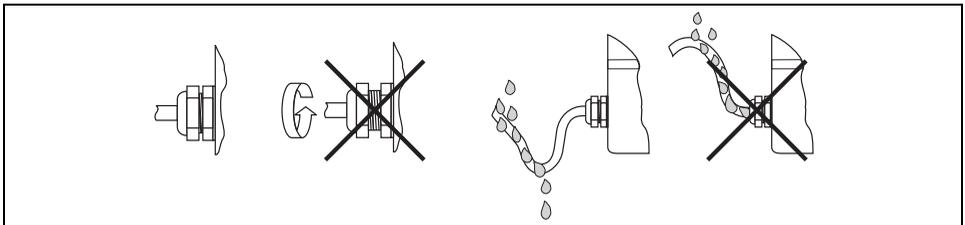

图 7： 电缆连接示意图，确保 IP67 的防护等级
- 牢固拧紧缆塞 (→ 图 7)。
- 插入缆塞前，电缆不可打结 (→ 图 7 中的“聚水湾”)。以保证湿气、潮气任何时候都不会侵入缆塞。安装前，缆塞不可朝上安装。